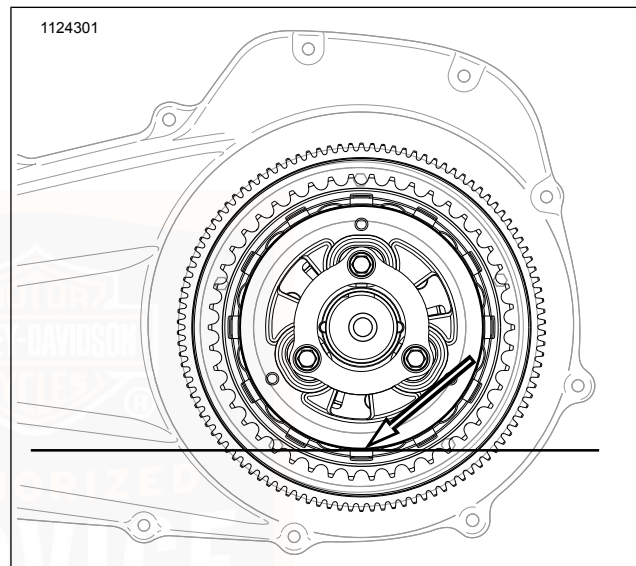

Figura 69. Livello dell'olio della trasmissione primaria
- b. Vedere Figura 69 . Il livello corretto è circa in fondo al diametro esterno del piatto spingidisco.